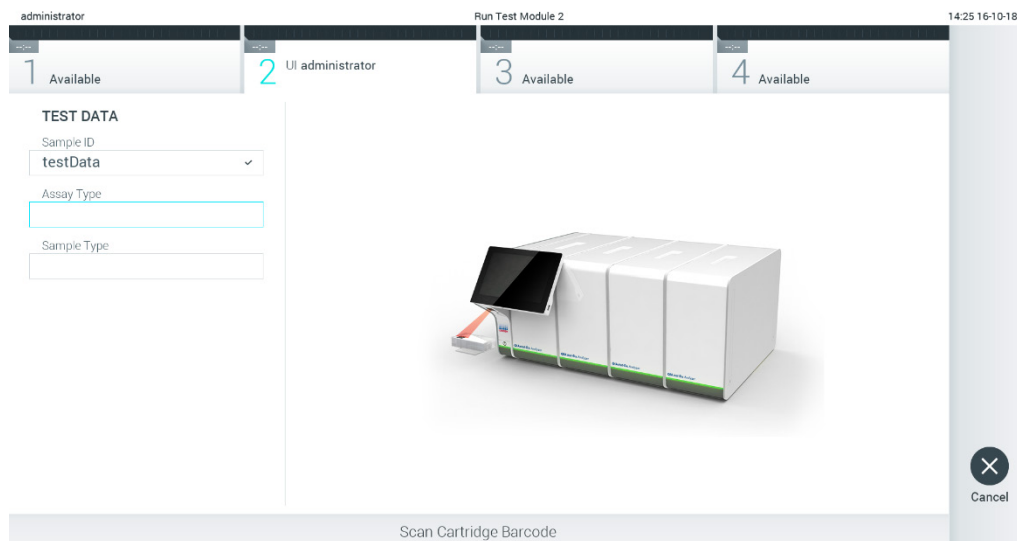

Рис. 24. Сканування штрих-коду картриджа для аналізу КВІАстат-ДКс.
3. Коли з'явиться запит, відскануйте штрих-код тестового картриджа КВІАстат-ДКс. Аналізатор КВІАстат-ДКс (QIAstat-Dx) 1.0 автоматично розпізнає аналіз, що виконуватиметься, за штрих-кодом тестового картриджа КВІАстат-ДКс (рисунок 24 на наступній сторінці).